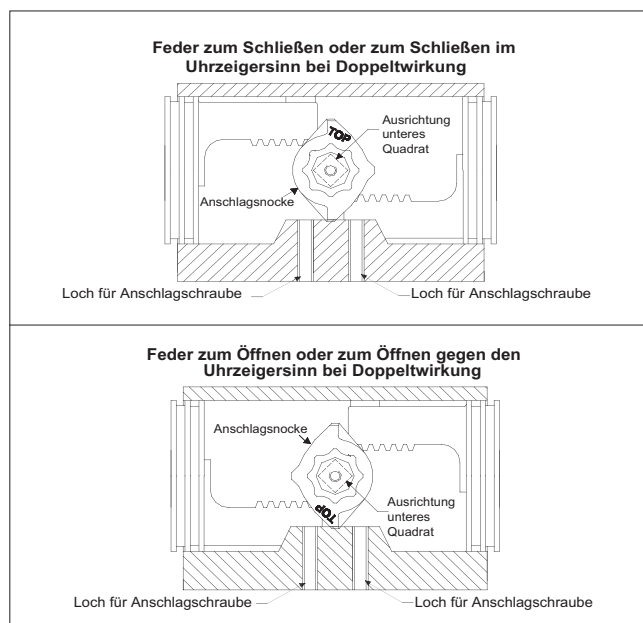

Abb. 11. (von oben betrachtet)
- D. Stellen Sie sicher, dass sich die Anschlagnocke (1) in der richtigen Position befindet (siehe Abb. 11).
DIE VERRIEGELUNGSFUNKTION KANN DURCH EINEN FALSCH AUSGERICHTETEN ANTRIEBSNOCKEN UNWIRKSAM GEMACHT WERDEN (SIEHE ABBILDUNG 11) UND GERÄTE- ODER PERSONENSCHÄDEN VERURSACHEN! EINE FUNKTIONSPRÜFUNG WIRD BEI DER ERSTMONTAGE VON VERRIEGELUNGSVORRICHTUNGEN UND NACH JEDER WARTUNG ODER REPARATUR EMPFOHLEN, UM DIE WIRKSAMKEIT DER VERRIEGELUNGSFUNKTION ZU BESTÄTIGEN.